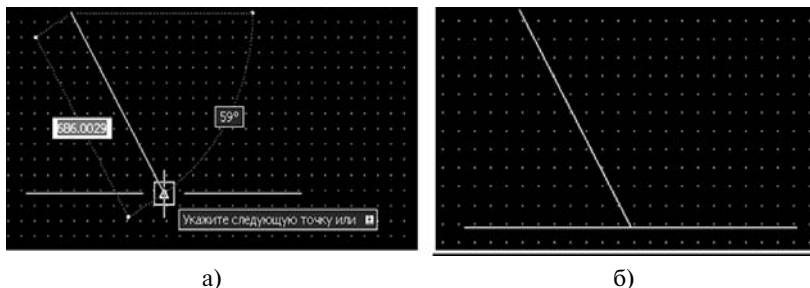

Рис. 3.17. Построение отрезка, проходящего через середину другого:
8. Навести линию на среднюю точку (рис. 3.17, а).
10. Нажать на «Enter».(рис. 3.17, б)